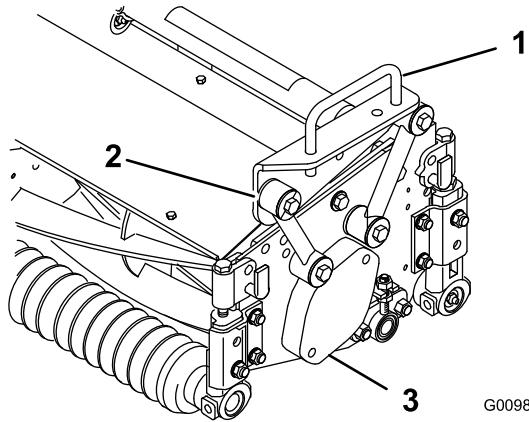
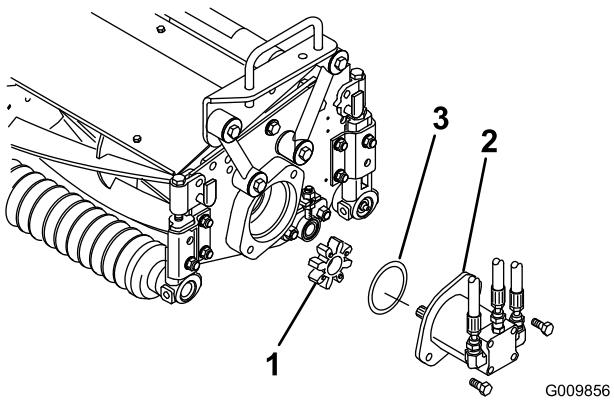

Bild 4
Bild 8
2. Setzen Sie einen Trägerrahmen auf jedes Mähwerk. Fluchten Sie die Befestigungslöcher mit den Befestigungsverbindungen aus (Bild 4).
3. Befestigen Sie jede Befestigungsverbindung mit einer Schraube (3/8 x 2-1/4 Zoll), zwei Scheiben und einer Sicherungsmutter am Trägerrahmen, siehe Bild 4. Bringen Sie an jeder Seite der Verbindung bei der Montage eine Scheibe an. Ziehen Sie sie auf 42 Nm an.
2. Nehmen Sie die Lagergehäuseabdeckung innen am rechten Mähwerk ab (Bild 4). Montieren Sie die Abdeckung und Dichtung (mit dem Mähwerk geliefert) am äußeren Ende. Ermitteln Sie die Position der Drehkreuzkupplung (Bild 8), die im Lagergehäuse geliefert wurde.
3. Setzen Sie den O-Ring (mit dem Mähwerk geliefert) am Bund des Antriebsmotors ein (Bild 8).
4. Montieren Sie den Motor und die Drehkreuzkupplung am Antriebsende des Mähwerks und befestigen Sie sie mit zwei Schrauben, die mit dem Mähwerk geliefert wurden (Bild 8).